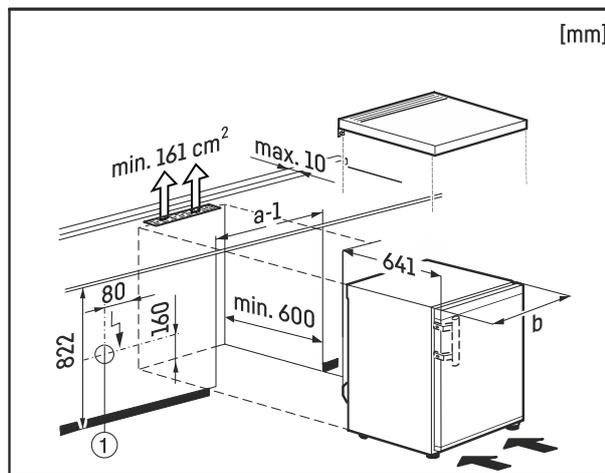

Fig. 9
Zásuvka Fig. 9 (1) sa pritom musí nachádzať mimo zadnej strany zariadenia a musí byť ľahko prístupná.